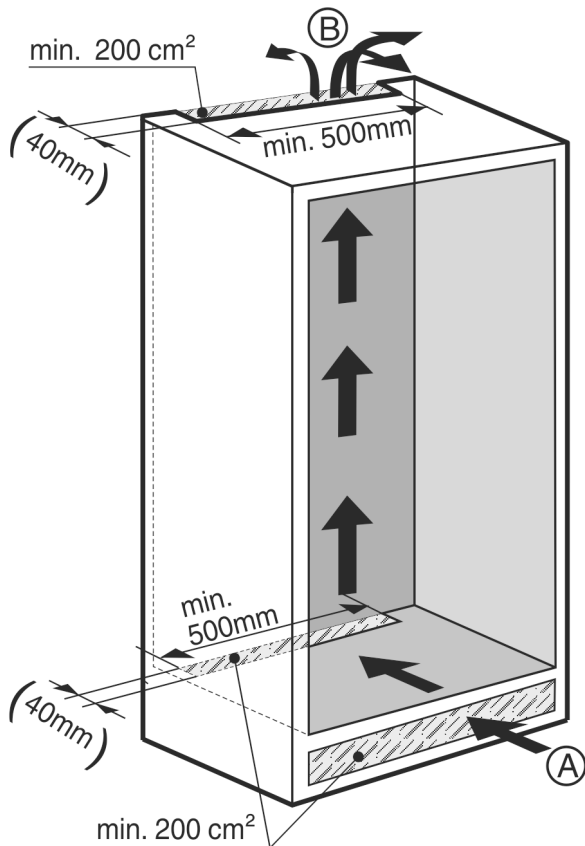

Fig. 3
- 在进气口 Fig. 3 (A)和出气口 Fig. 3 (B)上，至少每台设备的通风截面至少为 200 cm²。